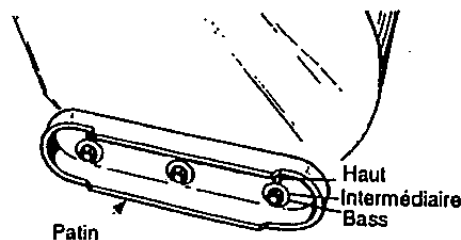

FIGURE 6
- On peut ajuster l'espace entre la lame plate et le sol. Pour débayer complètement la neige, placez les patins à la position basse. Utilisez les positions intermédiaire ou haute lorsque la surface à débayer est irrégulière. Voir la figure 6.